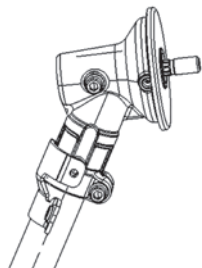
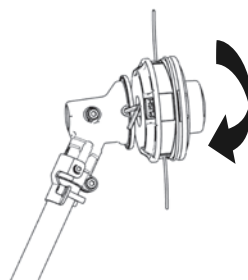

Рис. 4
Рис. 5
2. Повернуть приводной вал до появления отверстия со стороны корпуса редуктора (рис. 4), вставить шестигранный ключ № 1 во внутреннее отверстие и повернуть триммерную насадку на приводном валу против часовой стрелки, пока она не затянется достаточно плотно (рис. 5).